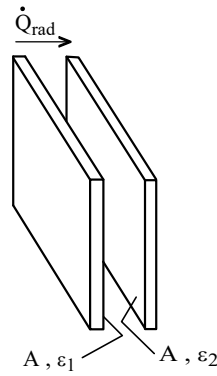

Figura 1.24. Radiação entre placas planas paralelas infinitas.
- (a) Placas planas paralelas infinitas com a mesma área (figura 1.24):